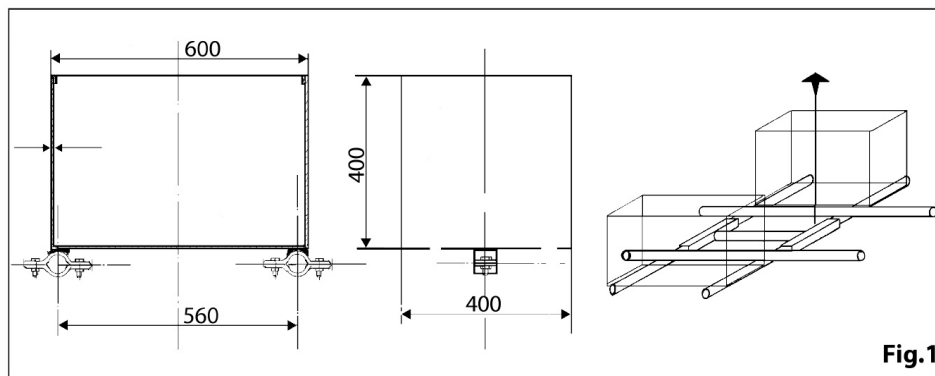
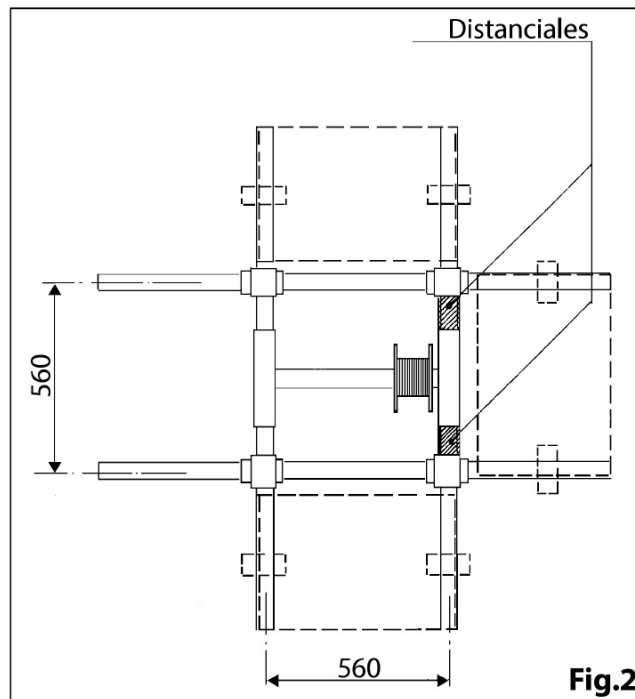

FIG. 4 — Esquema de lastrado con contenedores
FIG. 5 — Armazón portante y distancias de centrado
- 1) Adecuadamente lastrado mediante tres contenedores suministrados bajo pedido por la empresa constructora, que deberán aplicarse según el esquema indicado en la Fig. 4, utilizando cuatro trozos de tubo de 48×3 mm de diámetro y de una longitud de aproximadamente 1.500 mm, dos de los cuales deberán introducirse en el tubo cuadrado del armazón portante; a uno de estos dos se colocarán dos distancias para el centrado del elevador (Fig. 5). Para finalizar, deberán utilizarse cuatro juntas ortogonales de andamiaje. Hay que prestar atención a colocar los tres contenedores como se indica en el dibujo y, más concretamente, dos en posición lateral respecto al elevador y uno en cabeza por el lado del tambor. Cada contenedor deberá lastrarse con 120 kg de material sólido con masa específica superior o igual a 1.300 kg/m^3 .